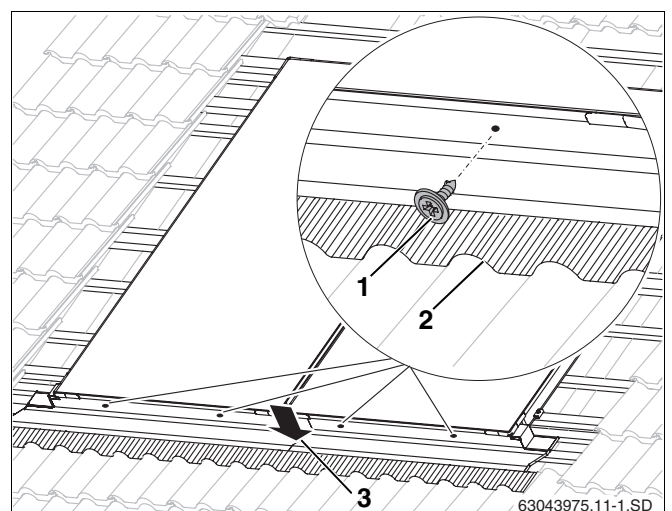

Fig. 46 Fijación de las chapas inferiores
- ▶ Fije las chapas en los graneados con tornillos (12 mm de longitud, fig. 46, **pos. 1**) y arandelas de estanqueidad.
- ▶ Presione la chapa protectora situada arriba sobre la situada debajo (fig. 46, **pos. 3**).
- ▶ Adapte las láminas de plomo con cuidado en la zona delantera del contorno de las tejas (fig. 46, **pos. 2**).